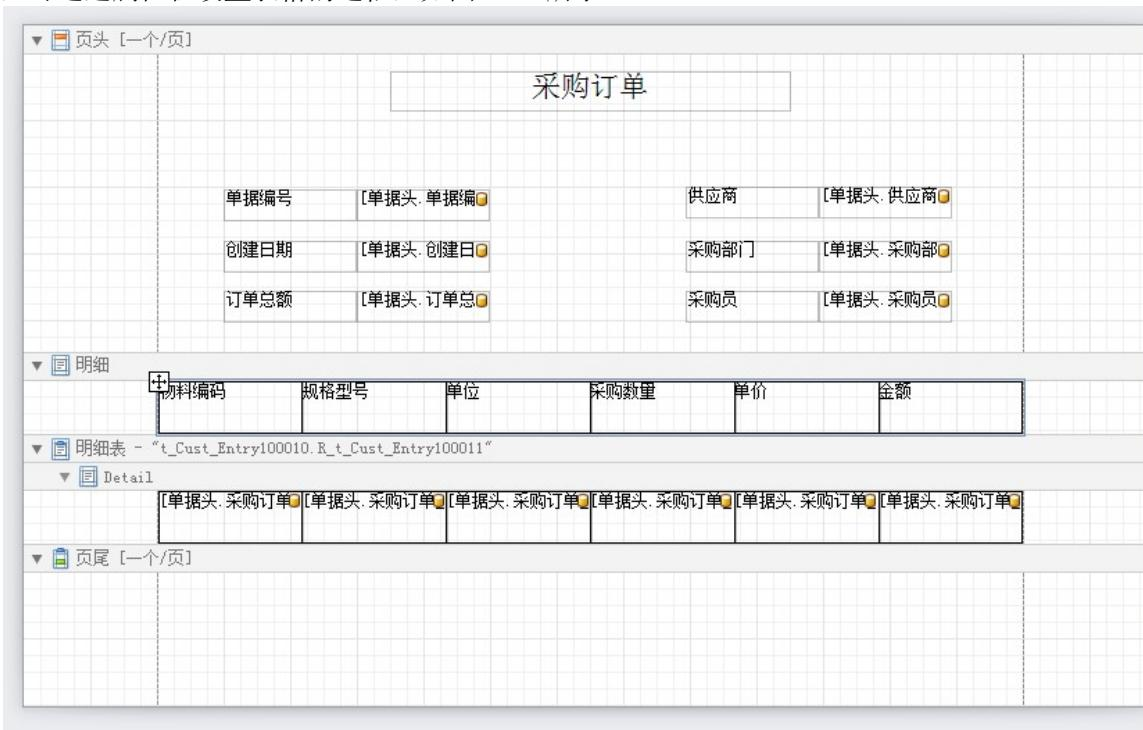

图 7-1-7 单据体字段绑定数据源
- 7、在明细区域内设置单据体字段表，添加表格控件并设置表格列数，边框及明细区域内所在的位置，将单据体标题字段名称依次输入至单元格中，复制明细区域的表格，并粘贴至明细表区域内的明细内，并调整至合适位置，注意调整明细区域范围与表格高度，将字段列表中单据体字段数据源，拖放至明细表区域的表格单元格中，可通过属性栏设置表格的边框，如图7-1-7所示。